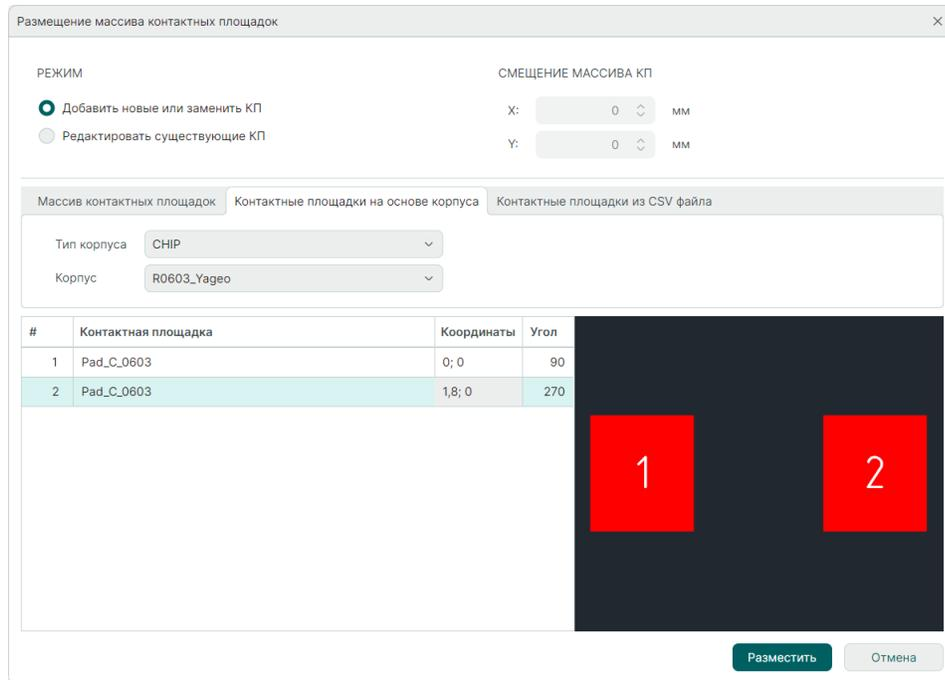

Рис. 105 Изменение координат и угла поворота контактной площадки
5. При необходимости скорректируйте координаты и угол поворота элементов массива в столбцах «Координаты» и «Угол», см. Рис. 105.